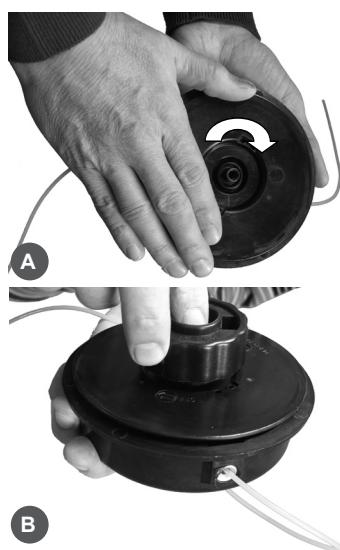

Рис. 19
5. Поверните катушку по часовой стрелке примерно на 10° и зафиксируйте ее в корпусе (Рис.19А). Закрутите гайкой крепления катушки (Рис.19В).